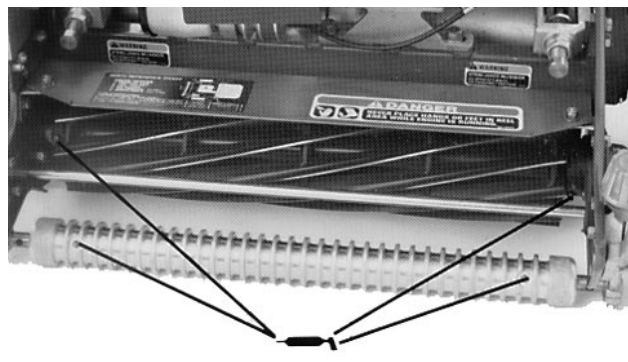

Fig. 16
2. Der findes smørefittings på følgende steder: 2 stk. på frontrullen (Fig. 16), 2 stk. på knivcylinderlejerne (Fig. 16), 2 stk. på tromleakserne (Fig. 17), 3 stk. på differentiallet (Fig. 17), 2 stk. på knivcylinderens mellemakslejer (Fig. 18) og 1 stk. på remmens mellemhjuls drejepunkt (Fig. 19).